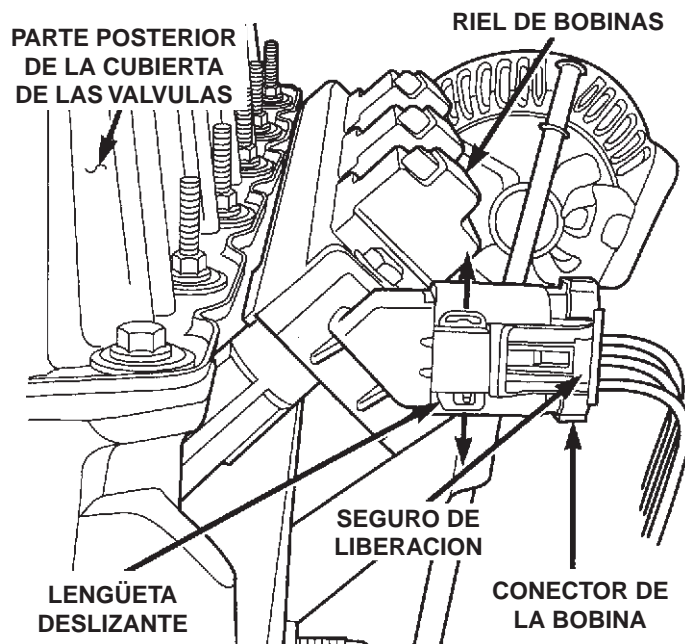

Fig. 14 Desmontaje del conector de la bobina de ignición del motor de 6 cilindros de 4.0 L
(1) Desconecte el conector eléctrico primario de la bobina empujando hacia arriba la lengüeta deslizante (Fig. 14). Una vez que se ha movido hacia arriba la lengüeta deslizante, apriete hacia adentro para liberar el seguro secundario (Fig. 14) que se encuentran sobre el conector y saque el conector de la bobina.